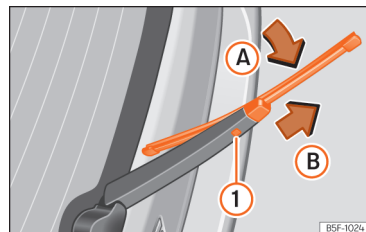

Fig. 152 Substituição da escova do limpa-vidros traseiro.
- Rode ligeiramente a escova » » » Fig. 152 (seta A).
- Mantenha pressionado o botão de desbloqueio ① puxando pela escova no sentido da seta ②.
- Introduza uma escova nova no braço limpa-brisas **com o mesmo comprimento e características**, no sentido contrário à seta ② até que encaixe o botão ①.